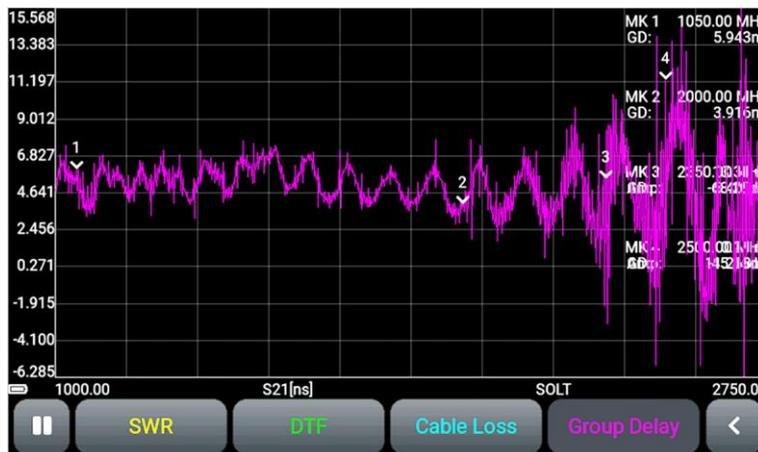

Рисунок 10.15 – График группового времени задержки
10.9. Групповое время задержки представляет собой время распространения сигнала через анализируемую цепь. Эта задержка сигнала будет отличаться для разных частот, если тестируемое устройство не обладает линейной фазочастотной характеристикой (ФЧХ). Для определения группового времени задержки фазы сигнала в определённом диапазоне частот используется график (Рисунок 10.15). Путем измерения фазы параметра  $S_{21}$  анализатор вычисляет групповое время задержки исследуемого устройства. Полученные значения отображаются в наносекундах (нс).